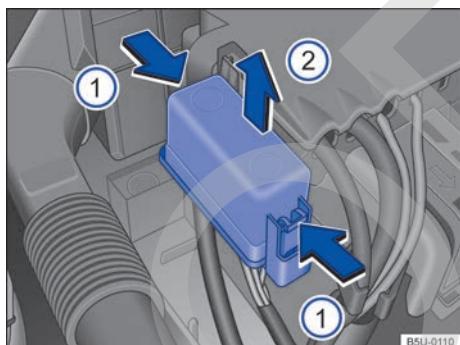

Fig. 144 En el compartimento del motor: cobertura de la caja de fusibles.
- Presionar las trabas en el sentido de la flecha → fig. 144 ①, para desbloquear la cubierta de la caja de fusibles.
- Remover la cobertura por arriba, en el sentido de la flecha ②.
- Para el **montaje**, colocar la cubierta sobre la caja de fusibles. Presionar la cobertura hacia abajo, en el sentido contrario de la flecha ②, hasta que trabe de forma audible.